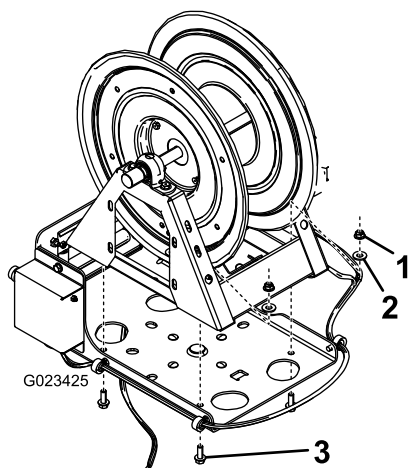

Рисунок 7
7. Прикрепите шланговый барабан к поворотной пластине с помощью 4 коротких болтов (3/8 дюйма), 4 малых шайб и 4 фланцевых гаек (3/8 дюйма), как показано на Рисунок 7.